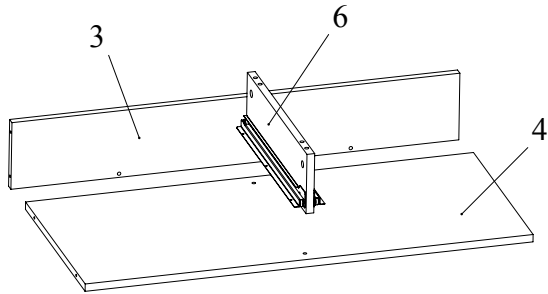

Рис.4
5. При помощи конфирматов 7x50 скрепить царгу 3 и полку 4. Соединить конфирматами 7x50 стоевую 6 с полкой 4 (Рис. 4).
(Рис.4)